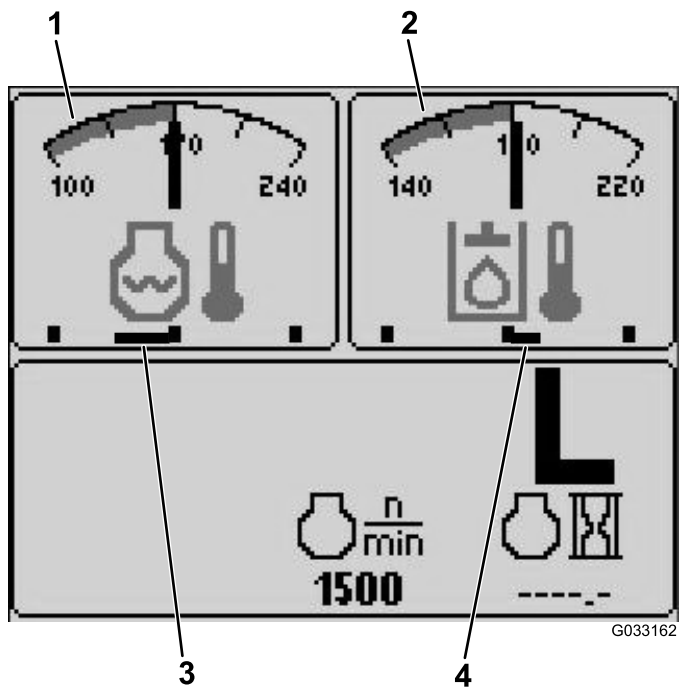

Figure 18
- Indicateur de température de liquide hydraulique et de ventilateur – écran supérieur droit (Figure 18)
Remarque: Dans l'exemple de la Figure 18, les ventilateurs de refroidissement du liquide hydraulique tournent à 25 % de la vitesse en avant.
- Indicateur de température de liquide de refroidissement du moteur et de ventilateur – écran supérieur gauche (Figure 18)
Remarque: Dans l'exemple de la Figure 18, les ventilateurs de liquide de refroidissement du moteur tournent à 50 % de la vitesse en arrière.
Le sens de rotation du ventilateur est également indiqué sur l'écran de la température du liquide de refroidissement du moteur et l'écran de la température du liquide hydraulique. Si la barre est à droite du point de repère central, les ventilateurs tournent en avant. Si la barre est à gauche du point de repère central, les ventilateurs tournent en arrière (Figure 18).
Il indique la température du liquide hydraulique et l'état du ventilateur de refroidissement (Figure 18).
Il indique la température du liquide de refroidissement du moteur et l'état du ventilateur de refroidissement (Figure 18).